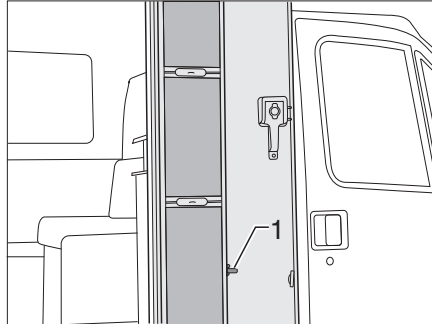
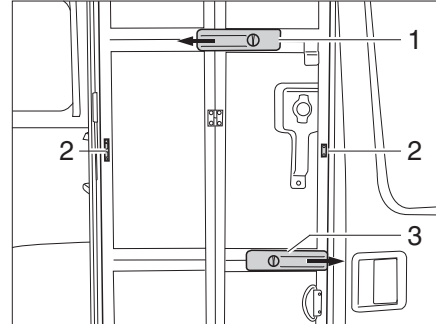

Fig. 39 Porte à moustiquaire, repliée
Fig. 40 Porte à moustiquaire, dépliée
- Selon le modèle, tourner le verrou (Fig. 39,1 ou Fig. 40,3) d'un quart de tour ou le repousser.
- Pousser le rail (Fig. 40,1) dans le sens de la flèche pour le stabiliser.
- Fermer la porte à moustiquaire et complètement pousser le verrou (Fig. 40,3) dans le sens de la flèche.
- Déverrouiller la porte à moustiquaire. Pour ce faire, pousser le verrou (Fig. 40,3) contre le sens de la flèche.
- Pousser le rail (Fig. 40,1) contre le sens de la flèche.
- Rabattre la porte à moustiquaire. Le verrou (Fig. 40,2) s'enclenche.
- Appuyer la porte à moustiquaire contre la porte cellule et, selon le modèle, tourner le verrou (Fig. 39,1 ou Fig. 40,3) d'un quart de tour ou le pousser dans le logement du cadre.